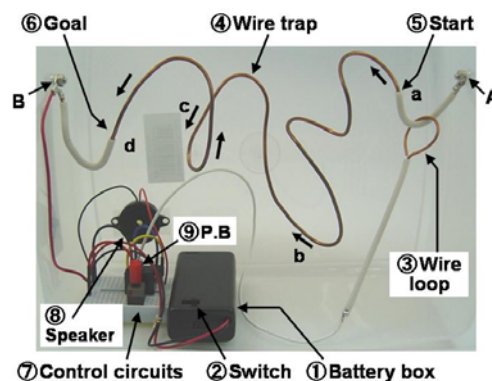

Fig.3 External appearance of touching tracer using a wire trap, a wire loop, control circuits and a battery box
Fig.3 に、タッチトレーサーの外観を示す。図から直径 20φ程度の③ループワイヤを入れた④トラップワイヤ(直径 1.6~2φ、長さ 60~65cm の銅線)の両端の圧着端子をパッケージの A,B にビスで固定する。次にタッチトレーサーが完成したらその動作が正常なことを確認し、トレースした際のブザーの鳴る回数やその所要時間を測定する。